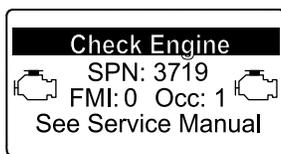

Figura 75
- Avvertenza motore SPN 3719, FMI 0 (Figura 75)